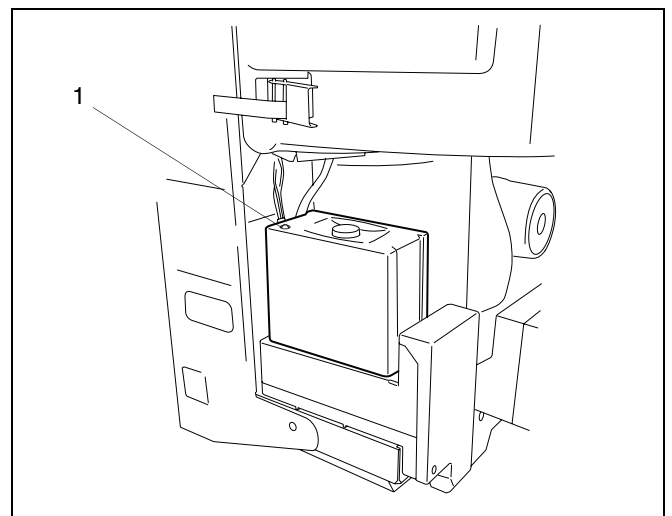

fig. 52 UBA 3
Naast de displaycode op de BC10, is er ook nog een rode indicatie-LED aanwezig op de UBA 3 (→ fig. 52).
- LED uit, bij normaal bedrijf (→ fig. 52, [1]).